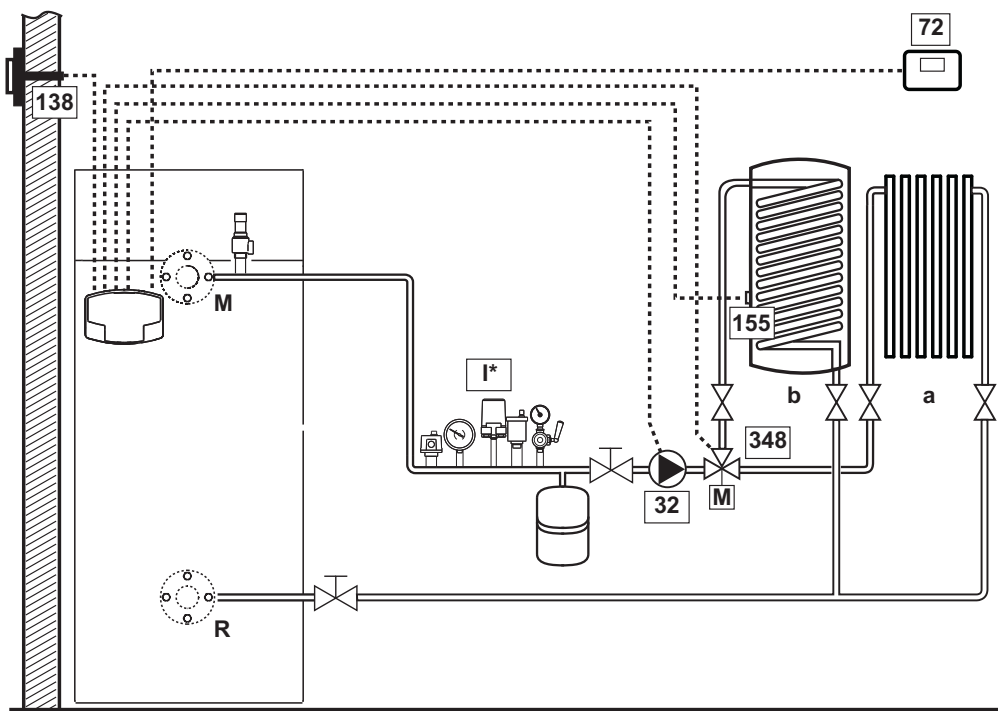
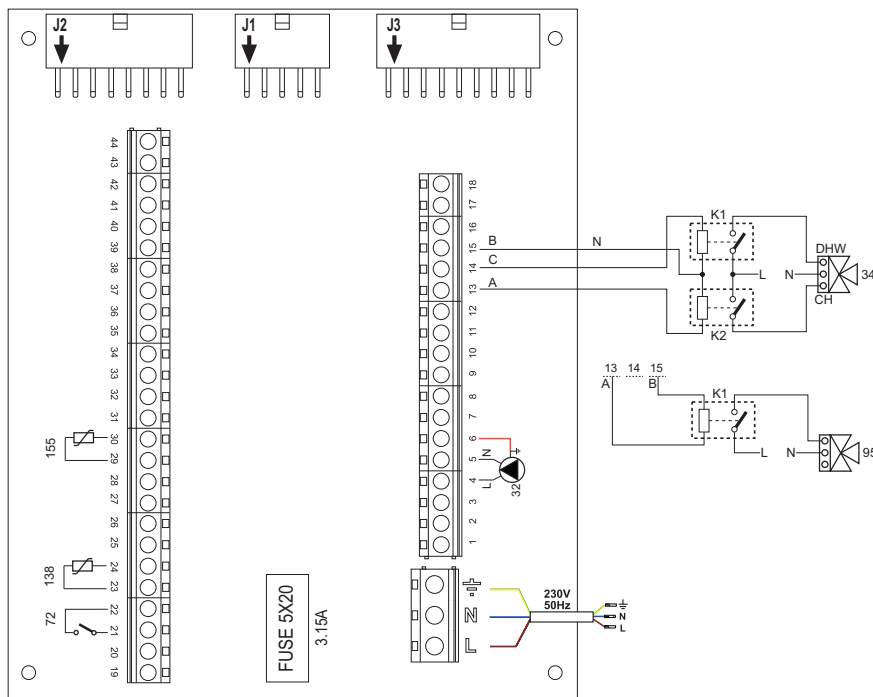

fig. 43
fig. 44
**Per evitare danneggiamenti alla scheda, è consigliato l'uso di relè esterni per il pilotaggio della valvola a 3 vie, come da indicazione di fig. 44.**
**Legenda (fig. 43 e fig. 44)**